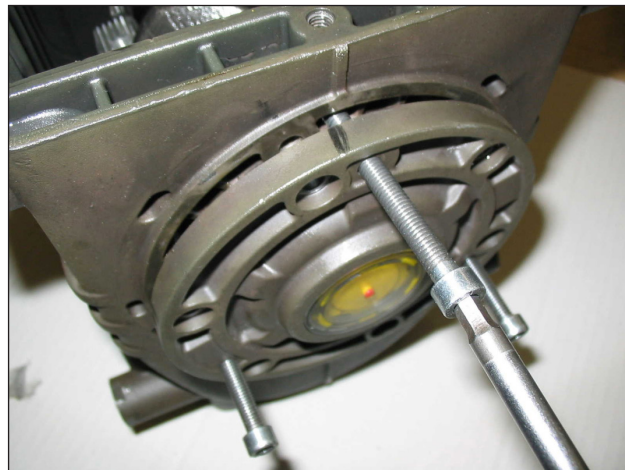

图 3
- 侧盖（以及 VFV 型法兰）：利用 3 个 M6x50（VFV 法兰为 M10x40）全螺纹螺钉，将其插入图 3中所示的螺纹孔中，将侧盖顶出并拆下。